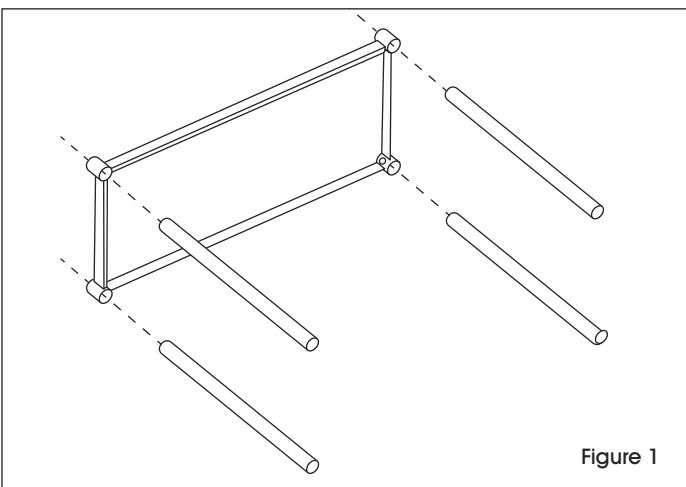

Figure 1
1. Avec la tablette inférieure posée sur le côté, poussez les pieds à travers les collets jusqu'à la hauteur souhaitée. Pour assurer la hauteur exacte, marquez la hauteur souhaitée sur chacun des pieds à l'aide d'un marqueur effaçable ou d'un crayon gras. (Voir Figure 1)